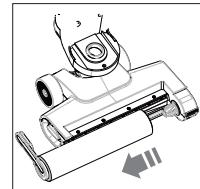

Fig. 13 – Rimozione del rullo in microfibra
- ▶ Tirare la linguetta di bloccaggio del rullo in microfibra verso sinistra e rimuovere il rullo in microfibra (**vedere Fig. 13**).